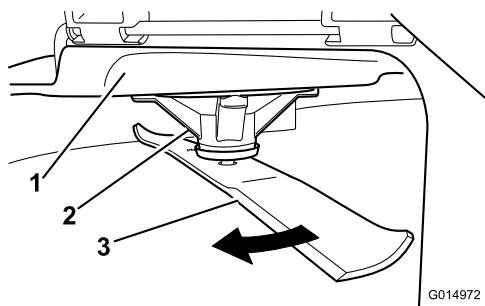

Figura 41
- Llevando guantes fuertemente acolchados u otro tipo de protección apropiada para las manos, gire la cuchilla a medir lentamente hasta una posición que permita medir eficazmente la distancia entre el filo de corte y la superficie nivelada en la que descansa la máquina (Figura 41).